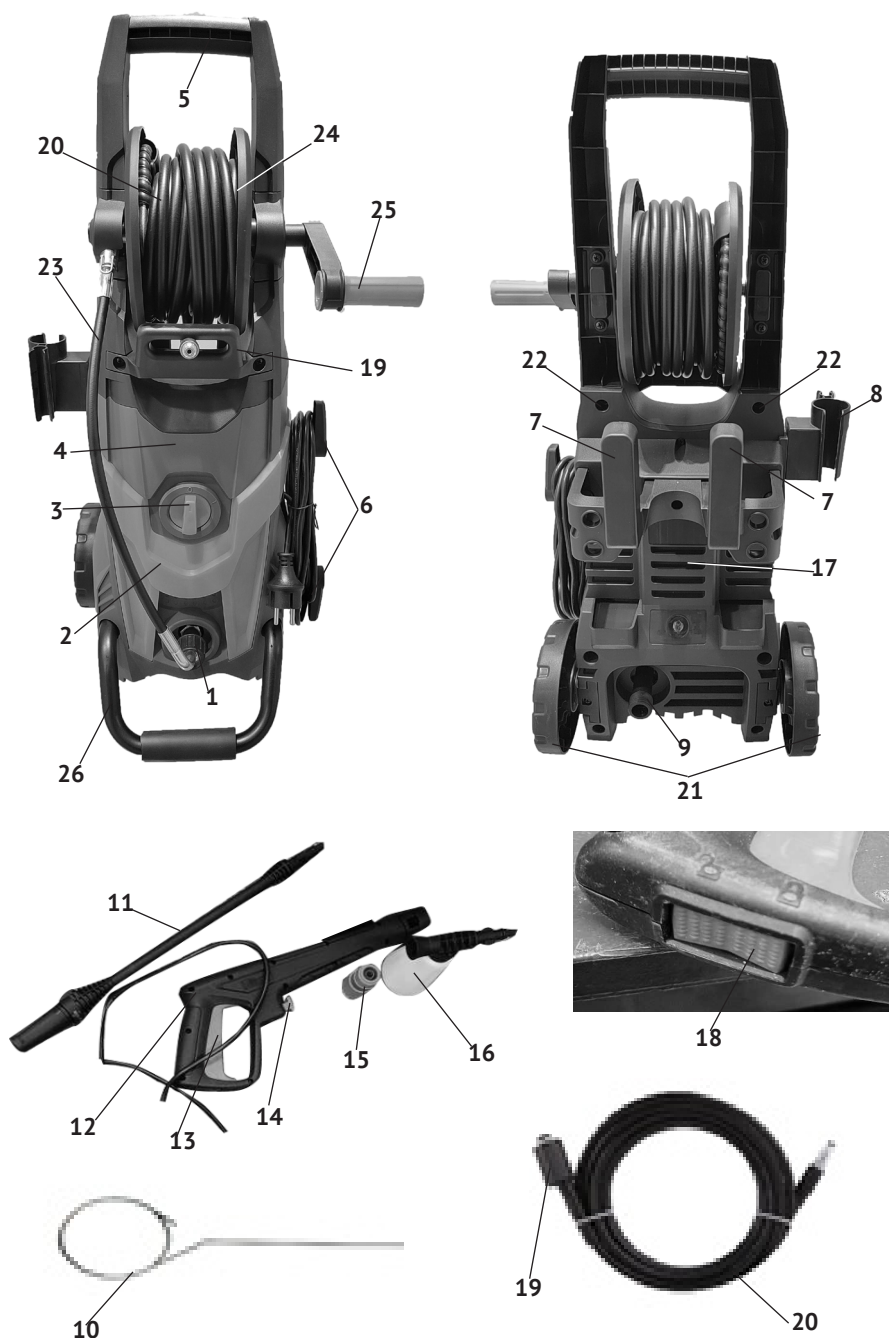

рис. 1
Подключение к сети электродвигателя осуществляется выключателем (рис.1 поз.3, на передней панели), имеющим два фиксированных положения «0» - выключено и «I» - включено.
4.1 Общий вид мойки представлен на рис. 1
Электродвигатель с плунжерным насосом расположены в пластиковом корпусе, состоящем из скреплённых между собой передней (рис.1 поз.4) и задней (рис.1 поз.17) панелями. Сверху на корпусе расположена ручка (рис.1 поз.5) для транспортировки, с закреплённой на ней осью катушки. На держателе (рис.1 поз.8) крепится пистолет (рис.1 поз.12) с насадкой (рис.1 поз.11). Выключатель сети (рис.1 поз.3), выходной штуцер (рис.1 поз.1) расположены на передней панели (рис.1 поз.4) мойки. К выходному штуцеру присоединён шланг ВД (рис.1 поз.23), который вторым концом с быстрозажимным разъёмом, обеспечивает подачу воды к основному шлангу ВД (рис.1 поз.20), намотанному на катушку. На крюки (рис.1 поз.6) закреплён кабель питания с вилкой. На задней панели (рис.1 поз.17) расположен патрубок для входа воды, на который крепится входной коннектор с фильтром (рис.1 поз.15). К коннектору, через переходник (не входит в комплект поставки), подключается шланг подачи воды.
В нижней части рукоятки пистолета (рис.1 поз.12) расположена клавиша блокировки курка от случайного включения (рис.1 поз.18) с символами: «замок закрыт» - заблокировано, «замок открыт» - разблокировано.
В комплект поставки входят: ёмкость для моющего средства с насадкой-пенообразователем (рис.1 поз.16), а также трубчатая опора (рис.1 поз.26), обеспечивающая устойчивое положение мойки при работе.
Включение мойки осуществляется нажатием на курок (рис.1 поз.13) пистолета. Мойка снабжена системой тотал – стоп (TSS), то есть, после отпускания курка автоматически отключается двигатель с насосом.
После распаковки мойки проверьте комплектность поставки. Осмотрите корпус мойки, пистолет и насадки на предмет наличия повреждений при транспортировке. Если ручка (рис.1 поз.5) со смонтированной на ней катушкой не установлена, прикрутите её 2-я винтами (рис.1 поз.22) к корпусу мойки. Соберите инструмент в следующей после-
- присоединить БЗ разъем шланга (рис.1 поз.4) к соединительному элементу (рис.3 поз.5);
- соединительный элемент (внутри оси катушки), обеспечивает подачу воды в основной шланг ВД (рис.1 поз.6).
Нажать пусковой курок пистолета, чтобы выпустить воздух из системы подачи воды. Заблокировать пусковой курок, переведя клавишу (рис.1 поз.18) в положение «замок закрыт».
Подключить мойку к питающей электросети и установить выключатель (рис.1 поз.3) в положение «I».
Разблокировать пусковой курок (рис.1 поз.13) пистолета, чтобы приступить к работе.